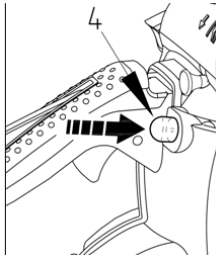

Fig.7
- 3- Appuyez sur la pompe d'amorçage « 4 » Fig.7 jusqu'à ce que le carburant y soit visible et plus.